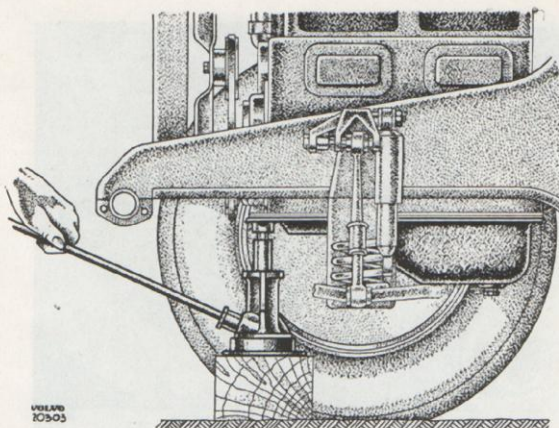

Bild 23. Lyftning av motorns främända.
5. Lyft upp motorn med en domkraft som placeras vid motorns främre ände (bild 23)